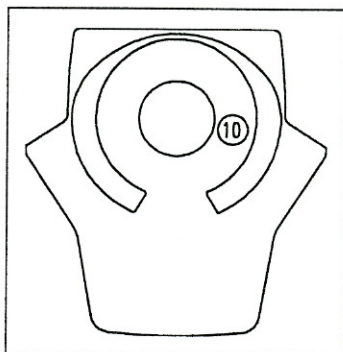

Abb. 3. Serviceposition.
- 2) Lösen Sie die Überwurfmutter Abb. 3 (3) und nehmen Sie das (mit Wasser gefüllte) Filterglas ab.